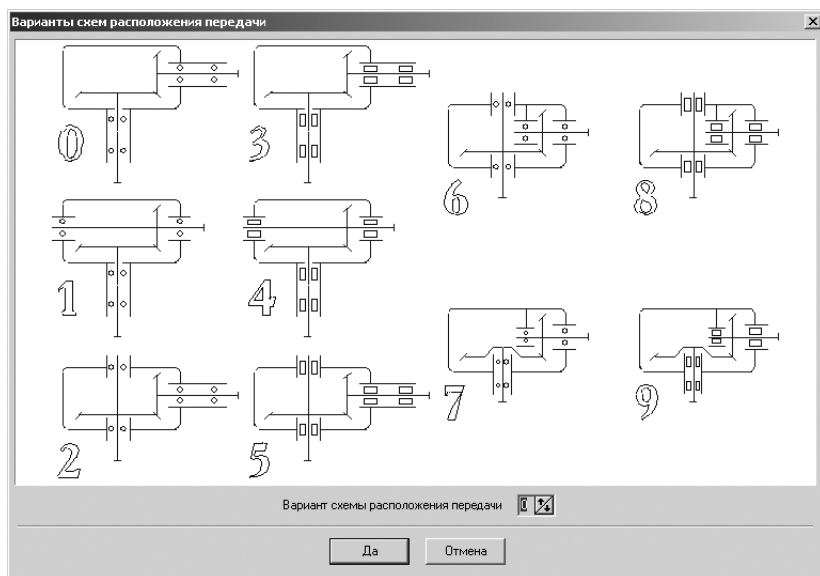

Рис. 5.36. Диалоговое окно **Варианты схем расположения передачи**
- щелкните в строке **1. Вариант схем расположения передачи** по кнопке, расположенной правее поля ввода, по кнопке  – **Ввод данных**. Появится диалоговое окно **Варианты схем расположения передачи**, см. рис. 5.36;